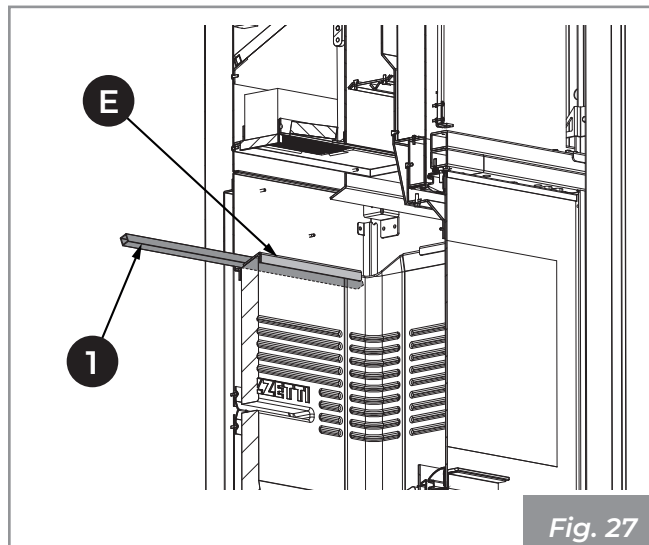

Fig. 27
- 12) Placer l'entretoise (1) sur le support de blocage supérieur (E) (Fig. 27).